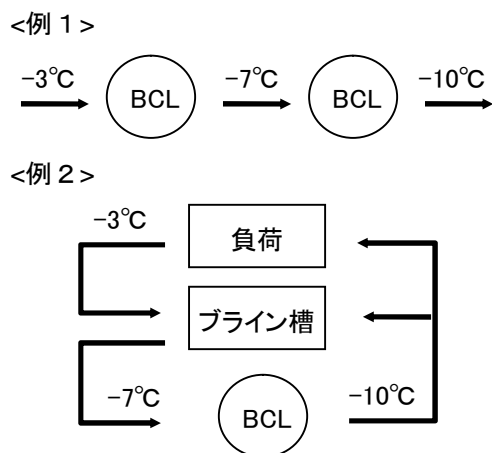

図 9-2 規定ブライン流量確保のためのシステム例
注：ブラインの最小流量は 6. (2)（頁 20）の通りです。もし、この値より小さくなる場合は、図 9-2 の例に示すようにより小形のユニットをシリーズに接続する〈例 1〉とか、あるいはブライン槽を設ける〈例 2〉などして規定流量を確保して下さい。